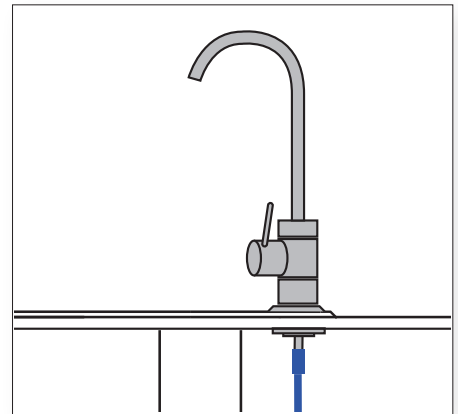

Bild 5. Tappkran.
- Montera övre gummipackningen på kranen och för den därefter genom hålet, montera därefter undre gummipackning och bricka, lås kranen med medföljande mutter. (se bild 5)